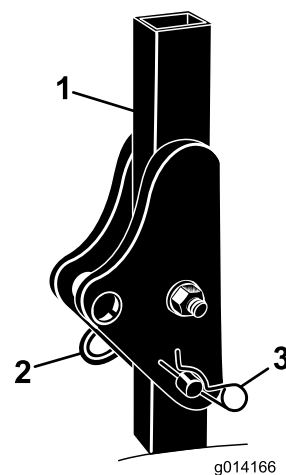

図 5
1. 機体の左右で保護バーからヘアピン 2 本と、ピン 2 本を外す 図 5。
2. ROPS バーチカットを立て、ピン 2 本とヘアピン 2 本で固定する 図 5。